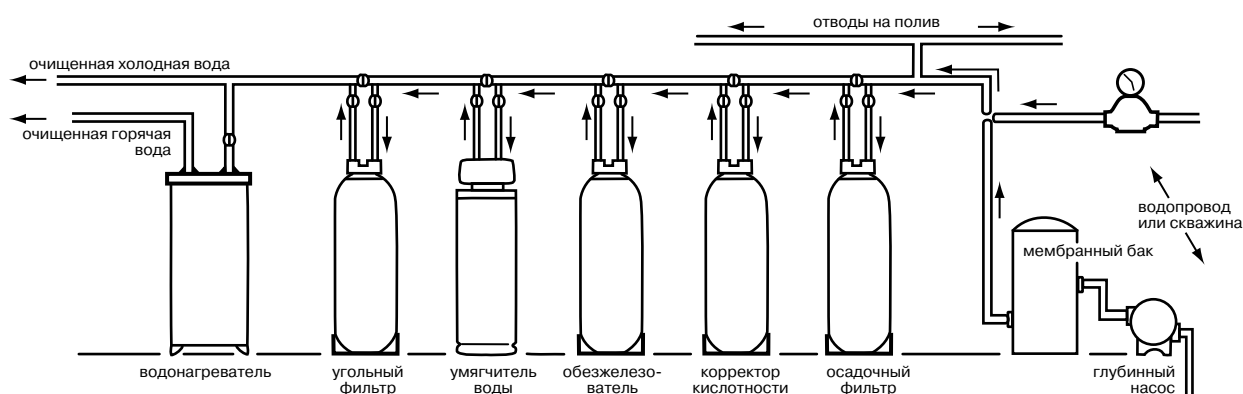

Рис. 4. Полная система очистки воды
- Размещайте умягчитель в водяной магистрали после всего установленного оборудования по кондиционированию воды, за исключением угольных фильтров, улучшающих органолептические свойства воды. Всегда устанавливайте умягчитель до водонагревателя (см. **рис. 4**). Для снижения риска обратного тока горячей воды трубопровод между умягчителем и водонагревателем должен быть как можно более протяженным.